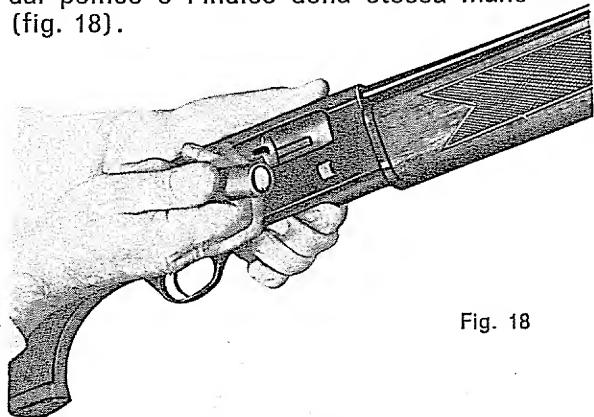

Fig. 18
- d) Appoggiando il calcio dell'arma al corpo, con una lieve inclinazione della canna verso l'alto, tirare il tiretto dell'otturatore con l'anulare della mano destra e la cartuccia espulsa potrà essere afferrata dal pollice e l'indice della stessa mano (fig. 18).
- d — leaning the stock on the knee and pointing the muzzle lightly upward, pull cocking lever rearward, possibly with the ring finger of the right hand, so as to catch the ejected shell with the thumb and forefinger (fig. 18).
- d — en appuyant le fusil sur le genou en prenant soin de diriger le canon légèrement vers le haut, tirer le doigt de déverrouillage vers l'arrière, si possible avec l'annulaire de la main droite, pour extraire la cartouche de la chambre du canon en la saisissant entre le pouce et l'index (fig. 18)